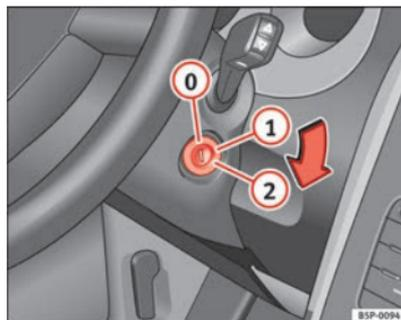

Fig. 140 Posiciones de la llave de contacto
En esta posición ⇒ fig. 140 el encendido y el motor están desconectados pudiéndose bloquear la dirección.
- Gire la llave de contacto hasta la posición ⇒ fig. 140 ①. El testigo  se encenderá en caso de precalentamiento del motor. ▶
- En cuanto se apague el testigo, gire la llave de encendido a la posición ② para poner en marcha el motor y no pise el acelerador.
- Gire la llave de contacto a la posición ⇒ fig. 140 ①.